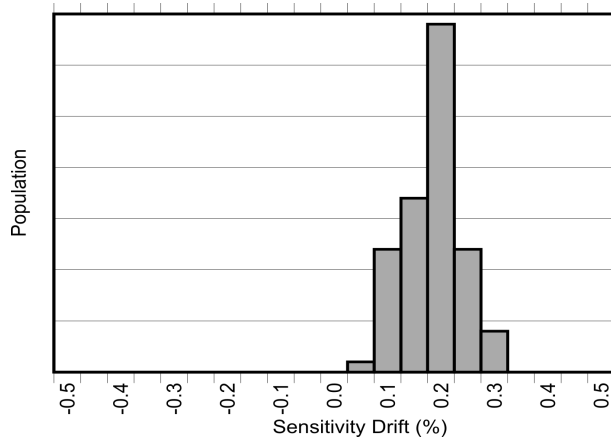
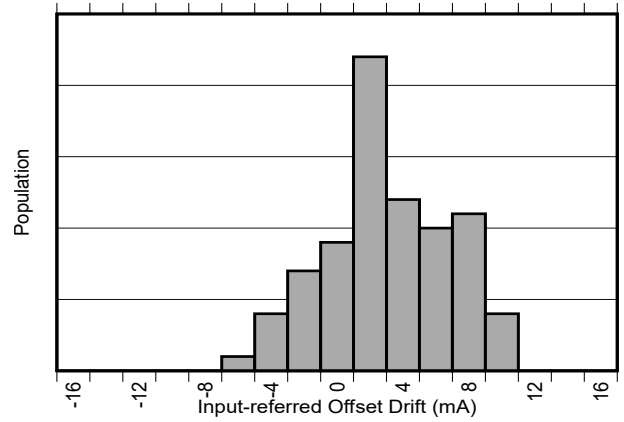

图 8-2. AEC-Q100 高温工作寿命应力测试后的灵敏度误差漂移
图 8-3. AEC-Q100 高温工作寿命应力测试后的以输入为基准的失调漂移
除了较大的热漂移之外，典型的磁性电流传感器由于在器件的寿命内老化，其灵敏度还会出现 2% 到 3% 的额外漂移。TMCS1126 中用于降低温度漂移的相同专有补偿技术也用于大大降低由于应力和环境条件（尤其是在较高的运行温度下）引起的老化而导致的寿命漂移。如 电气特性 所示，TMCS1126 具有行业出色的寿命灵敏度漂移，这是在标准三批 AEC-Q100 认证期间，在 130°C 和 85% 相对湿度 (RH) 下进行高加速应力测试 (HAST) 后实现的。在按照 AEC-Q100 认证规定进行 1000 小时、125°C 高温工作寿命应力测试后，还观察到 电气特性 中规定的界限内的低灵敏度和温漂。这些测试模拟了典型的器件寿命操作，表明与典型的磁性电流传感器相比，老化导致的器件性能变化得到了极大改善。图 8-2 和图 8-3 展示了在进行 AEC-Q100 规定的 1000 小时、125°C 高温工